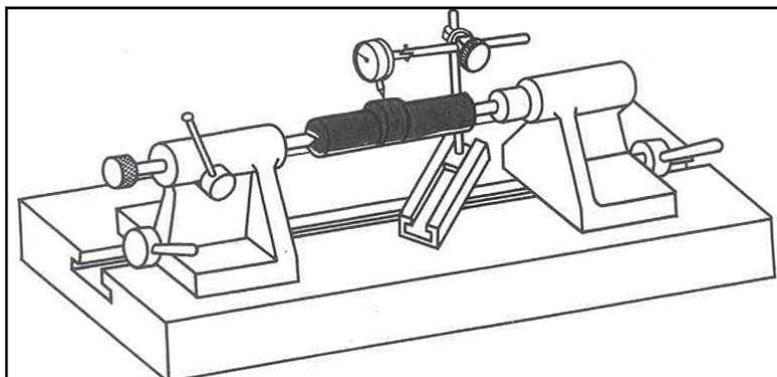

Figura 30 – Verifica eccentricità del pezzo.
3. Se necessario, bloccare l'estremità opposta del pezzo tramite la contropunta. A tal proposito, regolare la posizione della contropunta e del canotto, utilizzando la leva ed il volantino di fissaggio appositi (figura 30).